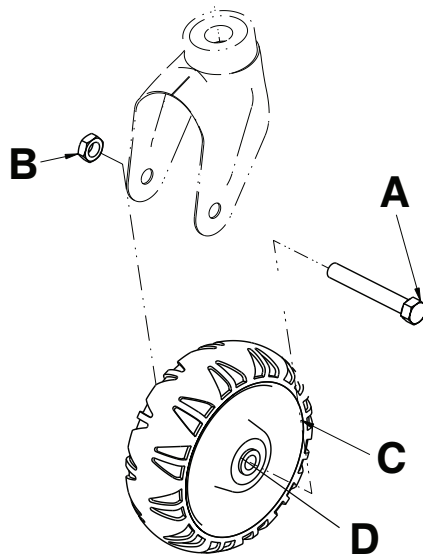

图 4 – 轻便床脚轮 (无轮罩)
2. 用 5/8" 套筒扳手、3/8" 传动棘轮和 11/16" 万用扳手, 拆除六角螺钉 (A) , 并拆除将车轮 (C) 固定到脚轮角上的螺母 (B) (图 4)。位于轻便床脚端患者右侧, 与安装的车轮导向装置配合使用。保留螺钉。丢弃此螺母。
3. 从车轮上拆下并丢弃两个衬套 (D) (图 4)。